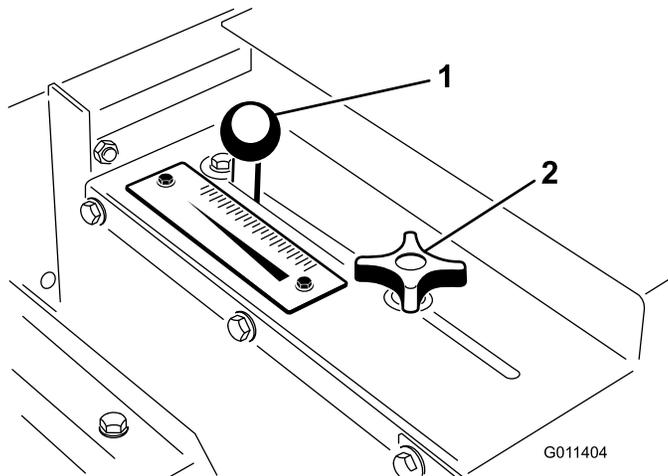

Рисунок 19
1. Отпустите фиксирующую головку (Рисунок 19) настолько, чтобы ее можно было свободно перемещать в пазу.
2. Установите головку затвора (Рисунок 19) в необходимое положение и затяните головку фиксации, чтобы зафиксировать регулировку.
Для определения требуемой скорости подачи используйте шкалу расхода (Рисунок 19). См. "Скорость подачи песка".